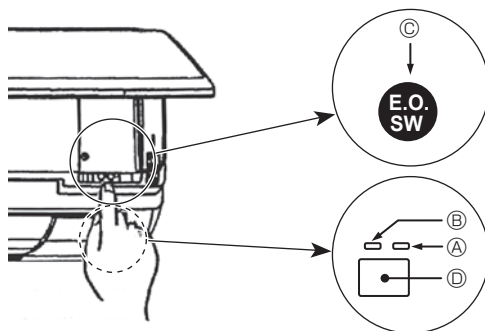

Fig. 5-2
- Zum Ausschalten des Betriebs drücken Sie Taste ① oder ② länger als 2 Sekunden.
[Fig. 5-2] ① DEFROST/STAND BY (Enteisen/Betriebsbereitschaft)-Kontrolllampe (Orange)
② Betriebskontrolllampe (Grün)
③ Notbetriebsschalter (kühlen/heizen)
⑤ Empfänger